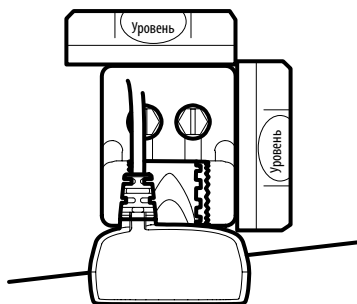

Рис.24
7. Продолжайте регулировку кронштейна до его полного выравнивания горизонтально от правого к левому борту, если смотреть на датчик сзади лодки. (Рисунок 24).